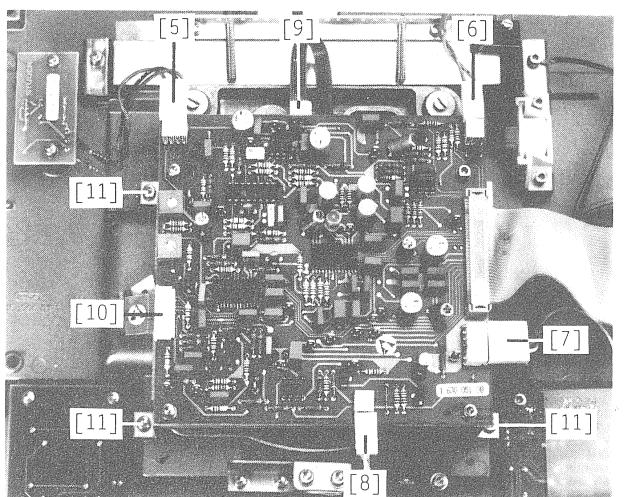

fig. 2.3
- Oter la plaque frontale (chapitre 2.2) -> fig. 2.3